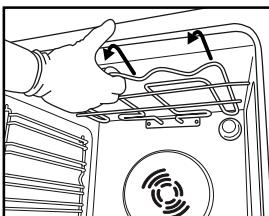
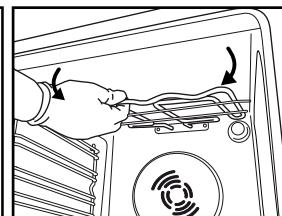

Fig. 4
Fig. 5
2. Træk let ud i varmeelementet (Fig. 4), og sænk det (Fig. 5).